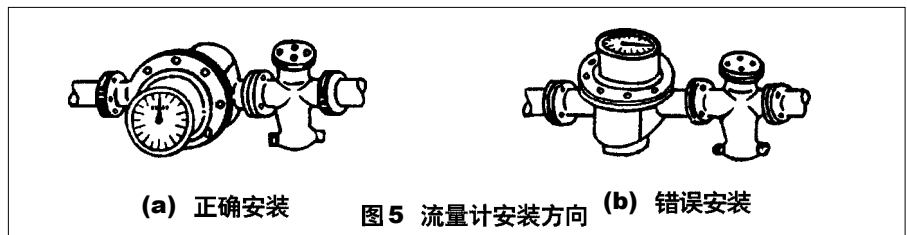

图 5 流量计安装方向
5、流量计椭圆齿轮轴尽可能安装成水平位置, 即刻度盘应装成垂直位置(分度“0”应在上面), 以减少椭圆齿轮二平面与壳体间的磨擦, 降低零件的磨擦, 保证仪表测量精确度, 见图 5。